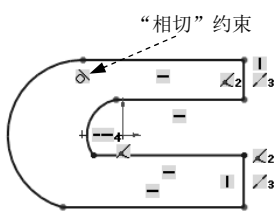
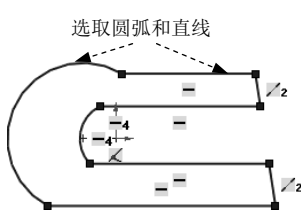

图 4.13.13 添加“相切”约束
图 4.13.14 选取圆弧和直线
Step5. 添加如图 4.13.13 所示的“相切”约束。按住 Ctrl 键，选取如图 4.13.14 所示的圆弧和直线，系统弹出“属性”对话框，在 **添加几何关系** 区域中单击 **相切(A)** 按钮。